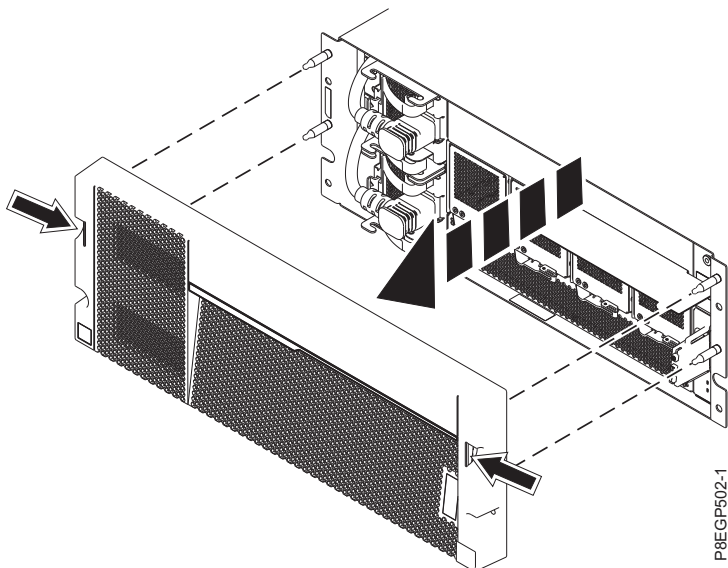

Figura 7. Extracción de la cubierta y de la tarjeta de información de servicio
- b. Utilizando los dos puntos de contacto azules de cada lado del cajón, tire de la cubierta para extraerla de la parte frontal del cajón, tal como se muestra en Figura 7 en la página 10.